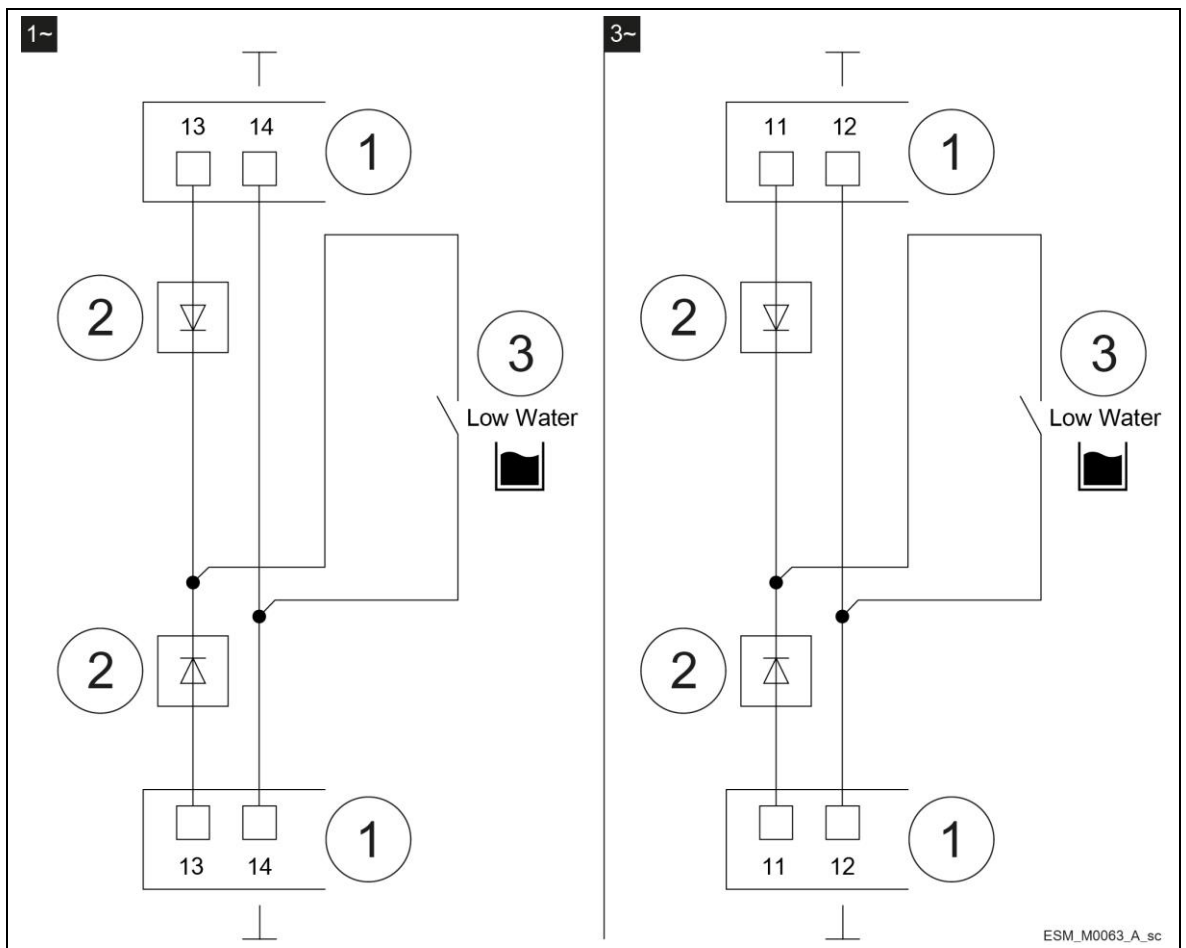

Рисунок 12. Діод
- якщо активовано режим для подвійного насоса й лише один зовнішній контакт засобу контролю відсутності води використовується для обох агрегатів (для версії з однофазним живленням: клеми 13—14, для версії з трифазним живленням: клеми 11—12), необхідно вставити два діоди, дотримуючись полярності між контактами 2 агрегатів. Див. рис. 12.